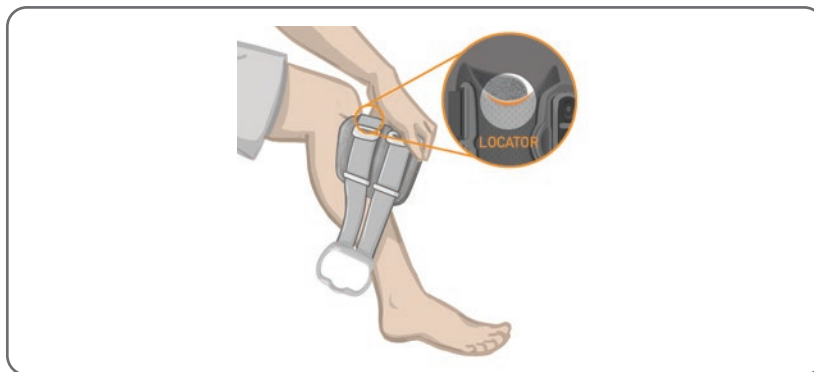
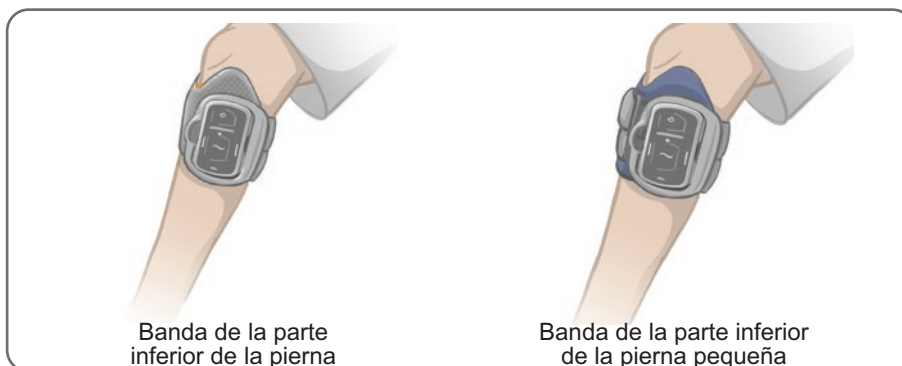

Ilustración 6-12: Colocación de la banda de la parte inferior de la pierna
Ilustración 6-14: Banda de la parte inferior de la pierna abrochada en la pierna
2. Asegúrese de que los electrodos están sujetos de forma segura. A continuación, agarre la parte delantera de la banda de la parte inferior de la pierna por el estuche e incline la parte inferior de la banda hacia arriba. Suba el localizador por la pierna hasta que quede cómodamente ajustado debajo de la rótula. Consulte la ilustración 6-12.
5. Asegúrese de que la banda de la parte inferior de la pierna esté colocada en la posición correcta. Consulte la ilustración 6-14. Recoloque la banda de la parte inferior de la pierna, según precise. Ajuste los cierres de gancho y lazo para lograr un ajuste bien ceñido. Consulte la ilustración 6-12.